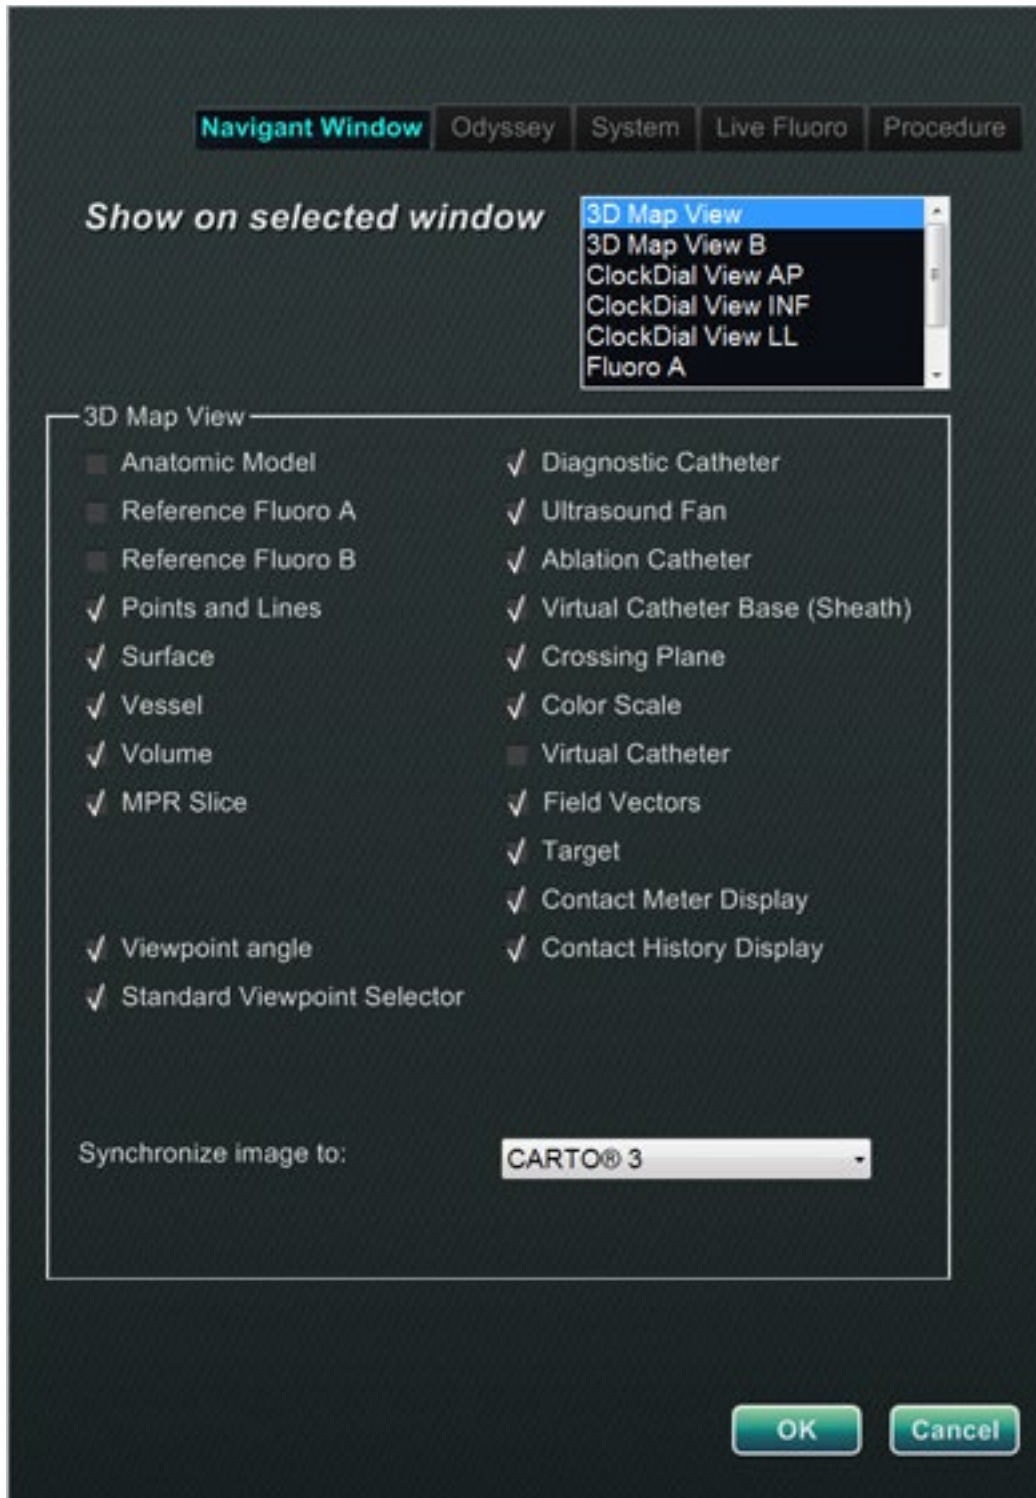

Figure 99. Fenêtres de réglages – Onglet *Navigant* avec fenêtre carte 3D sélectionnée
- ① **Please select window (Sélectionnez une fenêtre).** Pour ajuster les réglages, sélectionnez la fenêtre souhaitée parmi les propositions affichées (**Figure 99**).
Cliquez sur le champ situé sur la gauche des options (les options sélectionnées sont cochées) à afficher. L'exemple de fenêtre de carte 3D sur la **Figure 99** affiche des sélections typiques pour la fenêtre de carte 3D. Si, par exemple, la fenêtre Radio Nav A est sélectionnée, la case Radioscopie de référence A est en principe cochée.